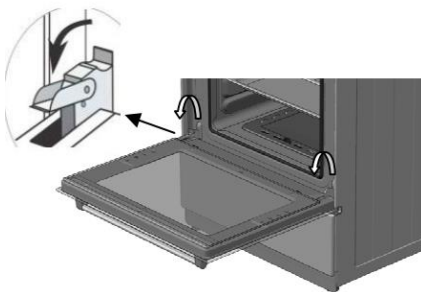

Рисунок 12 – Схема демонтажа дверцы духовки
- поднимите и поверните до упора рычаги, расположенные на двух шарнирах (см. рисунок 12);